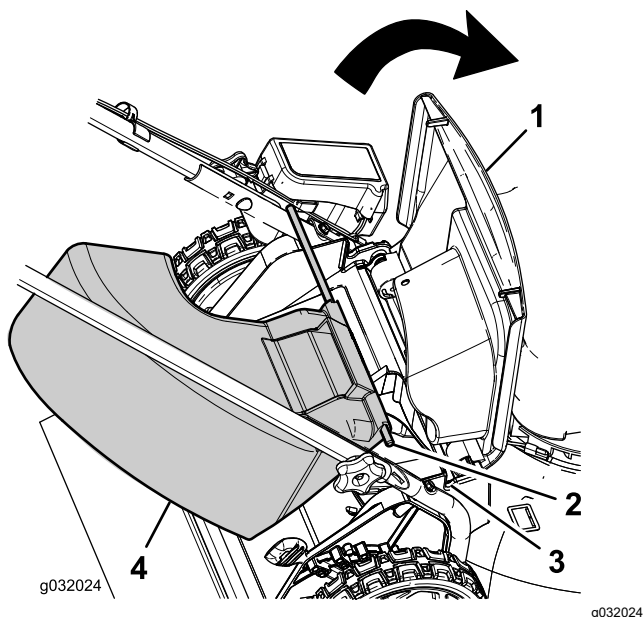

Рисунок 14
1. Поднимите задний отражатель (Рисунок 14).
2. Вставьте концы стержней желоба для бокового выброса в пазы кронштейнов рукоятки (Рисунок 14).